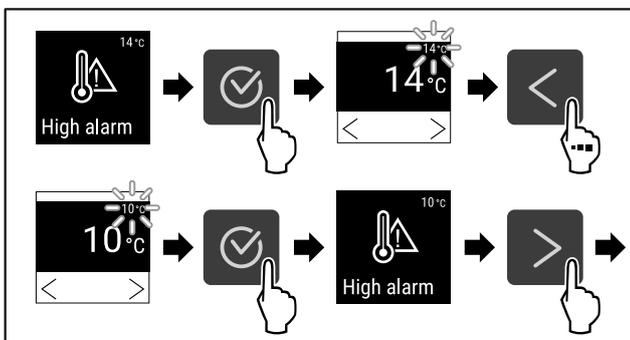

Fig. 127
- ▶ Handlungsschritte (siehe Fig. 127) durchführen.